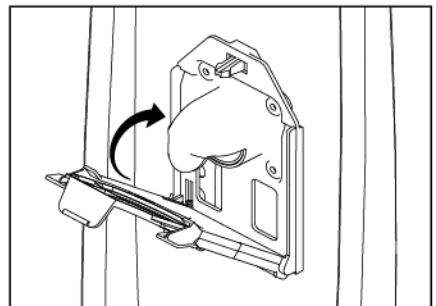

Fig. 4
- Empuje hacia arriba la parte superior del anillo de la bolsa hasta que encaje en su lugar en la aspiradora (Fig. 4).